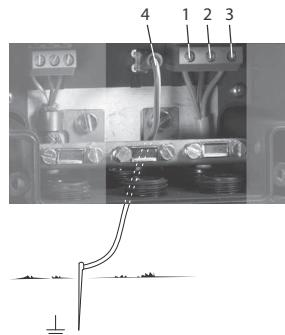

Fig. 4 Ligação eléctrica e à terra
A unidade CIU é montada numa calha DIN SEM ligação à terra ou numa parede, deve ser ligada à terra através do borne de terra. Consulte a fig. 4, pos. 4.
2. Ligue o cabo de alimentação à unidade CIU (fig. 4, pos. 1, 2 e 3).